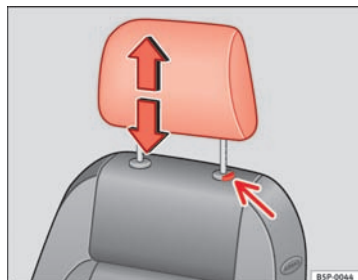

Fig. 71 Indstilling eller afmontering af hovedstøtte
- Tryk på knappen ⇒ Fig. 71 (pil).